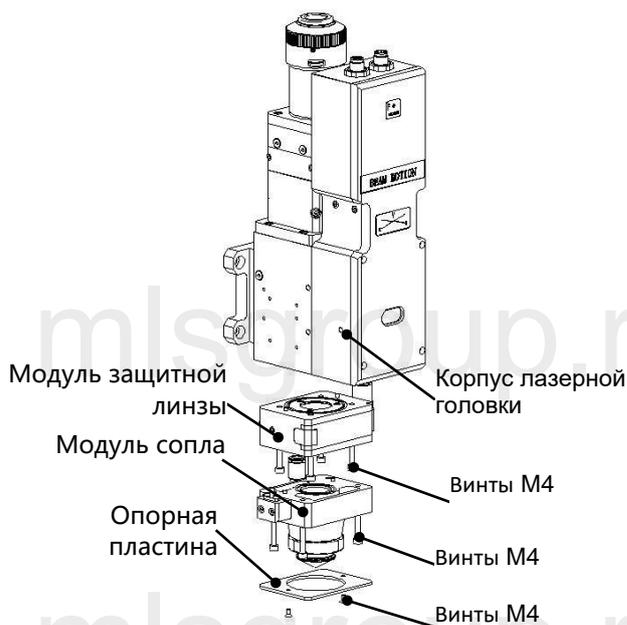

Рисунок 6.5 – Снятие защитной линзы и модуля сопла
- Разместите лазерную головку в горизонтально. Открутите стопорные винты снизу вверх, как показано на рис. 6.5;